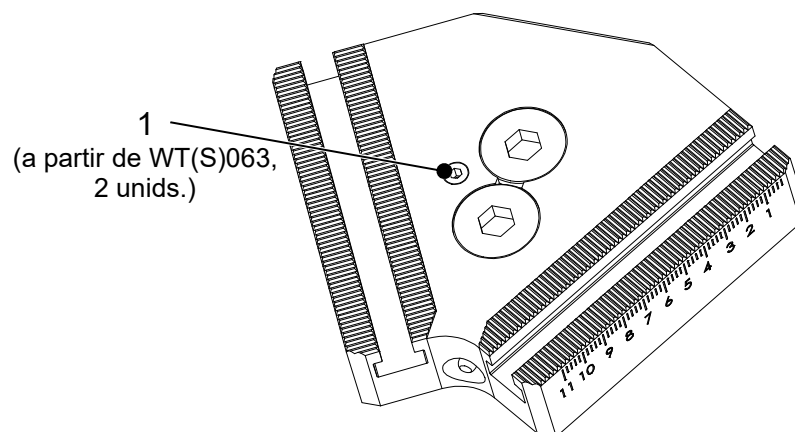

Fig. 2-2: Funcionamiento de los puentes oscilantes INOZet®
- Giro del perno de bloqueo (1, Fig. 2-2) **en sentido contrario al de las agujas del reloj**
- Giro del/de los perno(s) de bloqueo (1, Fig. 2-2) **en el sentido de las agujas del reloj**